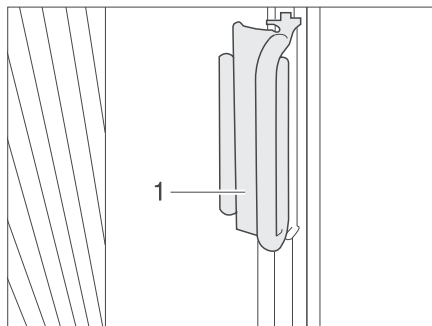

Bild 14 Griff faltverdunklung für Frontscheibe (Abb. ähnlich)
- Die faltverdunklungen zu beiden seiten der Frontscheibe jeweils am Griff (Bild 14,1) fassen und vorsichtig zur mitte der Frontscheibe hin zuziehen, bis der Magnetverschluss die faltverdunklung geschlossen hält.
- Den Griff (Bild 14,1) auf den Aufsatz schieben. Die faltverdunklung ist gesichert.